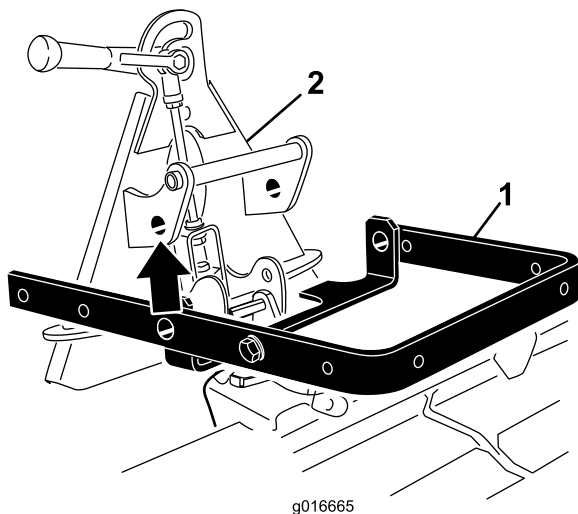

Bild 4
2. Richten Sie den Hubarm mit der Halterung am Anbaugerätadapter aus (Bild 4) und schließen Sie diese mit der Gelenkstange an, siehe Bild 5.
Hinweis: Bewegen Sie den Anbaugerätadapter mit dem Griff hinten am Adapter (Bild 4).